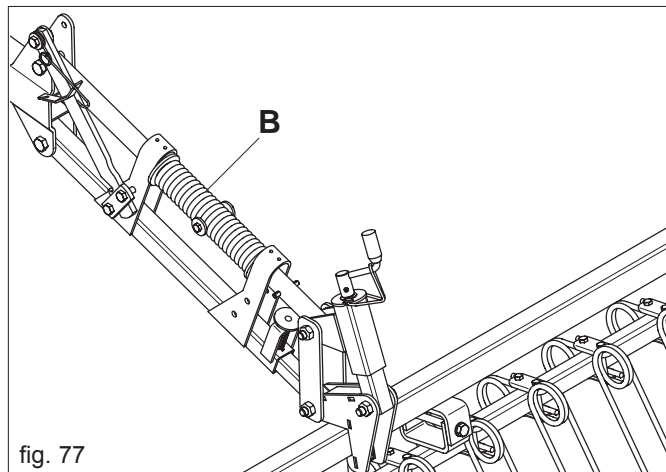

fig. 77
Der Arbeitsdruck der Federzähne der Saatgutabdeckegge kann durch Drehung der Feder (B) auf dem oberen Parallelarm verändert werden (Abb. 77).